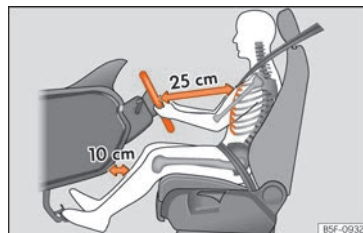

Fig. 83 Distance correcte entre le conducteur et le volant.
- Réglez le volant de sorte que la distance entre celui-ci et votre cage thoracique soit d'au moins 25 cm » fig. 83.
- Réglez le siège du conducteur de manière à laisser une distance minimale de 25 cm entre votre cage thoracique et le centre du volant » fig. 83. Si la distance est inférieure à 25 cm, le système d'airbags peut ne pas vous protéger correctement.